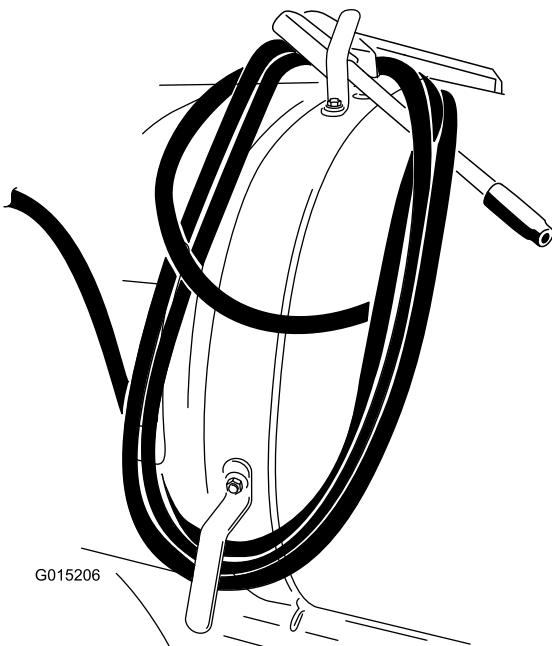

Figura 12
- Enrolle la manguera en los ganchos del depósito y sujetela pistola según se muestra en Figura 12.